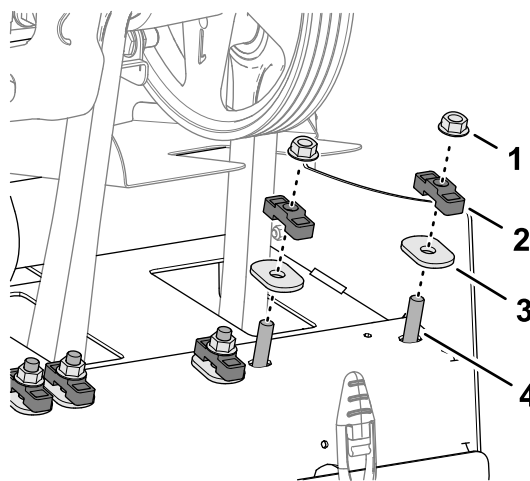

Figure 121
1. Retirez les 2 contre-écrous à embase qui fixent l'arbre d'amortisseur Roto-Link au cadre arrière de la machine (Figure 121).